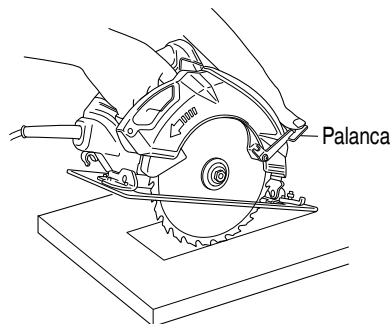

Fig. 13
1. Marque claramente el área de corte deseada con líneas en todos los lados. (Consulte la Fig. 13.)
3. Empuje la palanca completamente hacia atrás para que la cuchilla quede expuesta como se muestra en la Fig. 13.